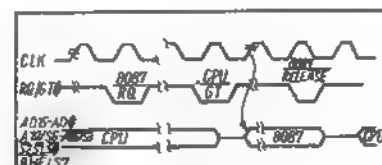
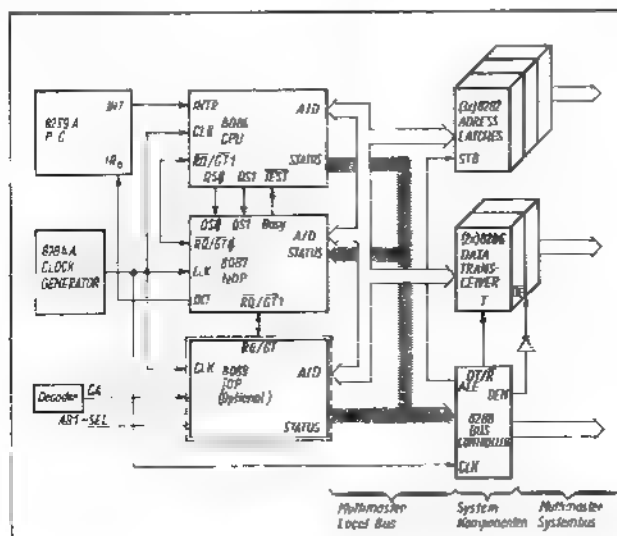

Bild 7.2 RQ/GT-Zeitdiagramm
Bild 7.1 Systemkonfiguration mit Arithmetikkoprozessor 8087 und mit I/O-Prozessor
Der Arithmetikkoprozessor 8087 ist nur in Zusammenarbeit mit der 8086 88-CPU einsetzbar. Seine interne Struktur ermöglicht die Ausführung von numerischen Operationen mit hoher Geschwindigkeit und Präzision. Tafel 7.1 zeigt eine Zusammenstellung von Befehlsausführungszeiten beim Koprozessor 8087 im Vergleich zur 8086-CPU-Emulation. Für den Anwender erscheint die Verbindung der CPU mit dem Arithmetikkoprozessor als ein komplexer Mikroprozessor mit vergrößertem Befehlsvorrat. Der 8087 liefert dem System neue Datentypen, neue Register und 68 neue Befehle. Er arbeitet parallel zur Master-CPU, das heißt, er dekodiert parallel den Befehlsstrom, führt aber nur diejenigen Befehle aus, die für ihn bestimmt sind (ESCAPE-Befehle). Die schaltungstechnische Realisierung der Verbindung von Arithmetikkoprozessor 8087 mit der 8086-CPU zeigt Bild 7.1. Die Statussignale $SO-S2$ und die Queue-Statussignale $QS0-QS1$ ermöglichen dem 8087 das „Mithören“ und Dekodieren der Befehle parallel zur CPU. Zum Synchronisieren wird das BUSY-Signal benutzt, das mit dem TEST-Eingang der CPU verbunden ist und von der CPU abgefragt wird.
Wie aus Bild 7.1 ersichtlich, werden beide Prozessoren ohne zusätzlichen Hardwareaufwand miteinander verbunden. Der Adreß-, Daten- und Steuerbus wird von beiden Prozessoren gemeinsam genutzt. Diese Konfiguration erfordert eine Arbitrierungslogik zur Kontrolle der aktuellen Buszuweisung. Der Busanforderungs-, Busübernahme- und Busrückgabezyklus wird mit Hilfe der bidirektionalen RQ/GT-Leitung realisiert (Bild 7.2). Dieses Signal muß an RQ/GTO oder RQ/GT1 der CPU angeschlossen werden. Der Request/Grant-Sequenz läuft in drei Etappen ab:
- Der 8087 wartet auf den Grant-Impuls von der CPU. Der 8087 startet einen Buszyklus nach Eintreffen des Grant-Impulses und übernimmt damit die Buskontrolle. Falls der Request-Impuls von einem anderen Master (8089) kam, leitet er den Impuls an seinen RQ/GT1-Anschluß weiter (Bild 7.1).